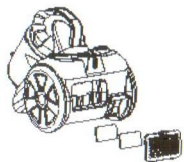

Рис.8
- Снимите решетку выходного отверстия и извлеките фильтр (рис.8,9)